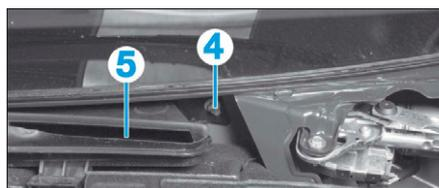

FIG. 66
- les vis du conduit d'air (4) (Fig.66).
- Dégraffer et déposer le conduit d'air (5).